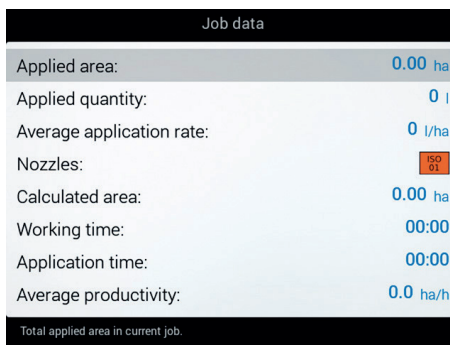
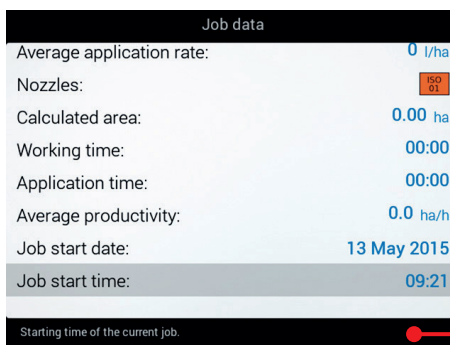

Fig. 328
Fig. 329
- 2 Tryck **F2** för att se arbetsdata (Fig. 328 och Fig. 329).